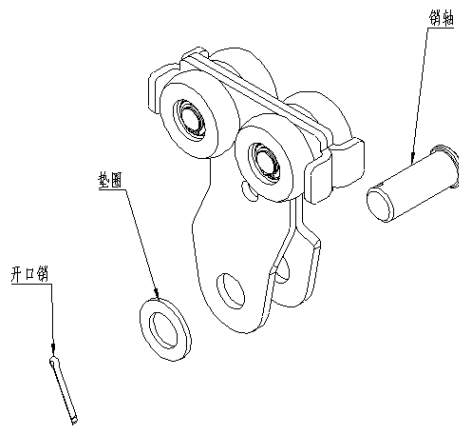

图 4C
- 4.5 如果葫芦吊钩太大，或者悬挂装置不是吊钩，那么拆下主梁小车上的销轴，再将悬挂装置安装进去。将销轴插回到原来位置，并在销轴上安装垫圈，将开口销插入葫芦小车的销轴（图 4C）。